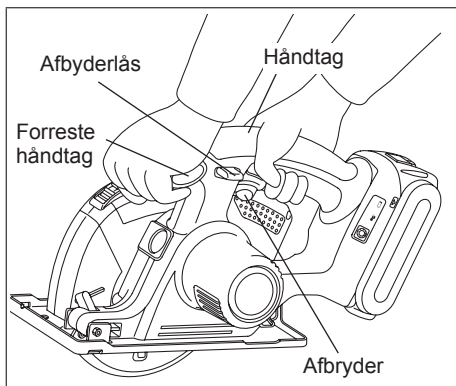

Fig. 8
Hold værktøjet med begge hænder. (Se Fig. 8.) Forsøg ikke at fjerne det afskårne materiale, mens bladet er i bevægelse.
- Hold altid i håndtaget med den ene hånd og i det forreste greb med den anden. (Se Fig. 8.) Fasthold et godt greb, og tryk kontakten helt i bund.